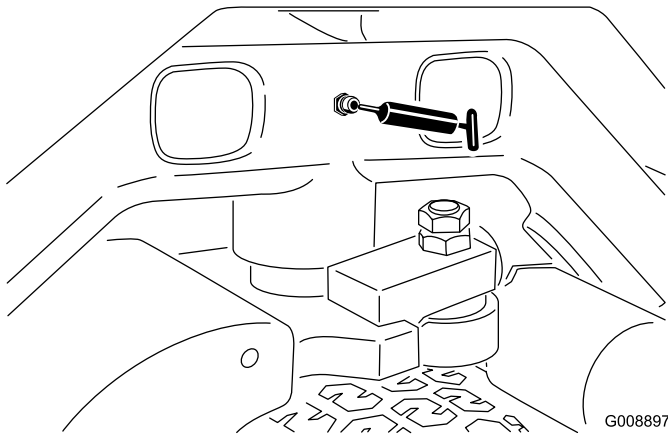

Figura 32
- Pivote de dirección (Figura 32)